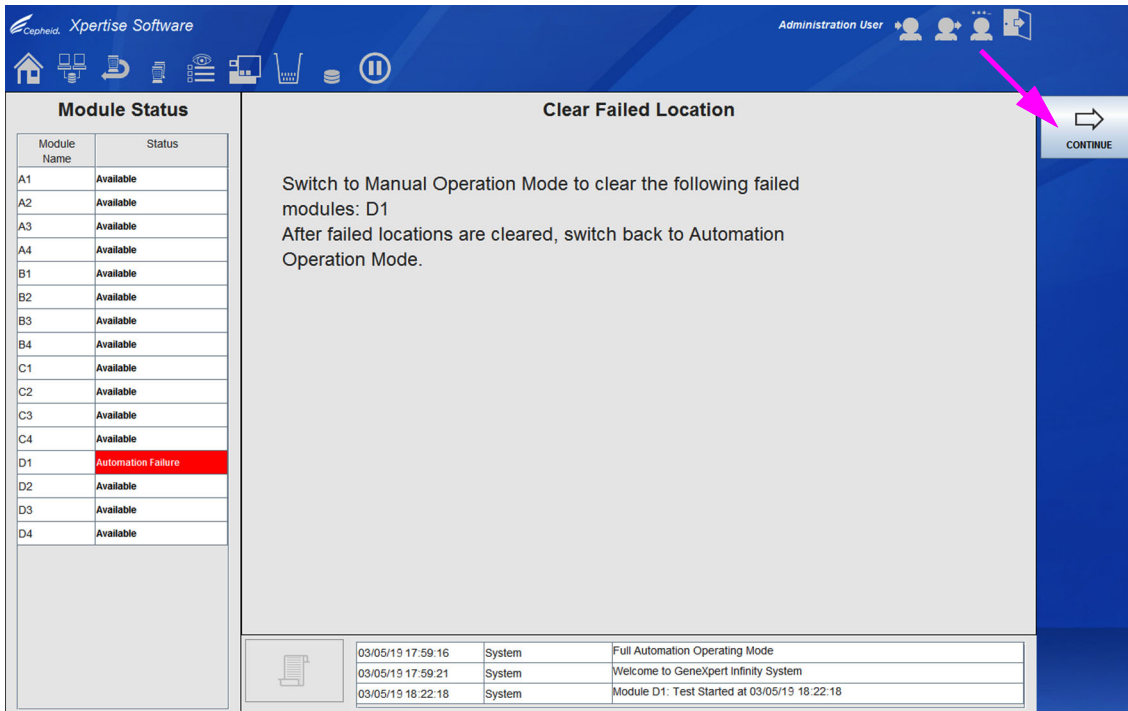

Figura 9-93. Área de trabalho Clear Failed Location (Desimpedir local falhado) com mensagem para mudar para modo Manual
1. Mude para modo Manual para desimpedir o módulo. Se tentar desimpedir o módulo falhado enquanto o sistema está em modo Automation (Automatização), vai surgir uma mensagem a dizer-lhe para mudar para modo Manual. Ver Figura 9-93.